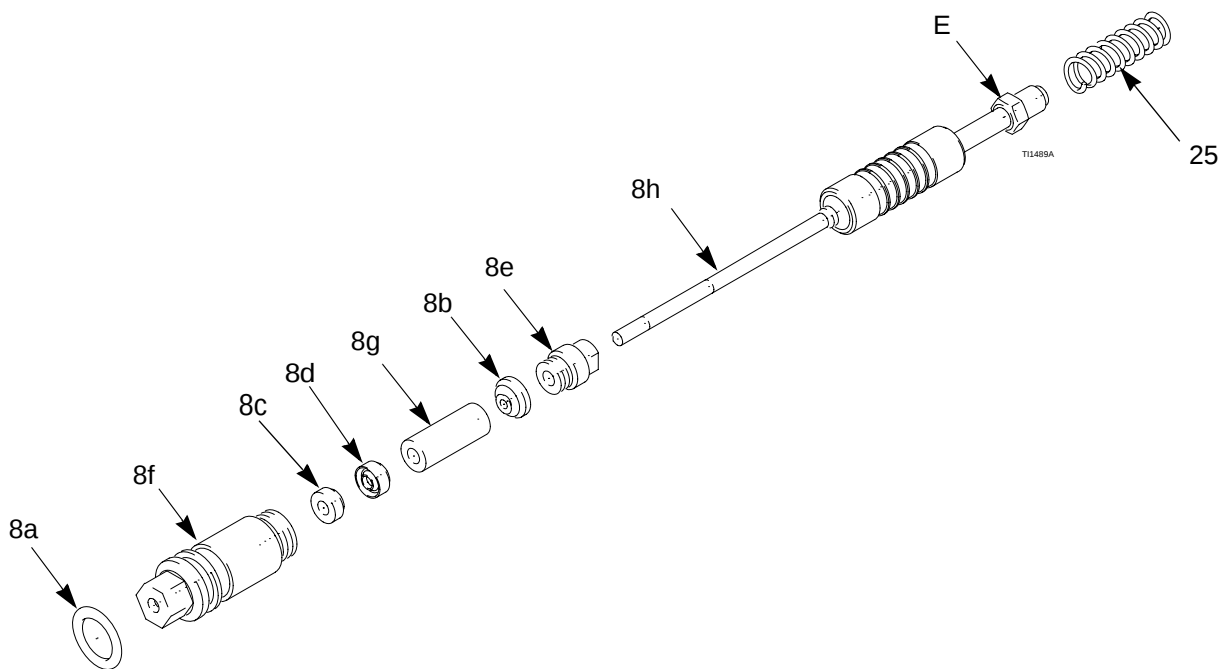

Fig. 24. Tätningstång
1. Placera tätmuttern (8e) och tätningen (8b) på vätskestången (8h). De plana ytorna på tätmuttern måste vända mot bakänden på vätskestången. Tätningso-ringen måste vända bort från tätmuttern. Se Fig. 24.
6. Montera fjädern (25) är monterad mot muttern (E) enligt skissen.
7. Montera tätningstången (8) i pistolhuset. Dra åt enheten med kombinationsverktyget (40) tills det precis går emot.
9. Montera och justera manöverarmen (29) och låsmuttern (28). Se sidan 39.
11. Montera pistolhöljet (2) och luftmunstycket, sidan 34.